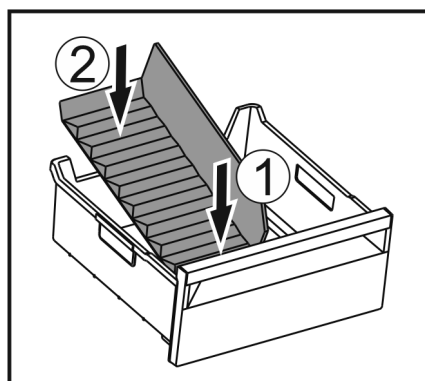

Fig. 117
- Vložte prednú časť oddelovača zásuvky na ľad. Fig. 117 (1)
- Spustite zadnú časť oddelovača zásuvky na ľad až na dno zásuvky. Fig. 117 (2)